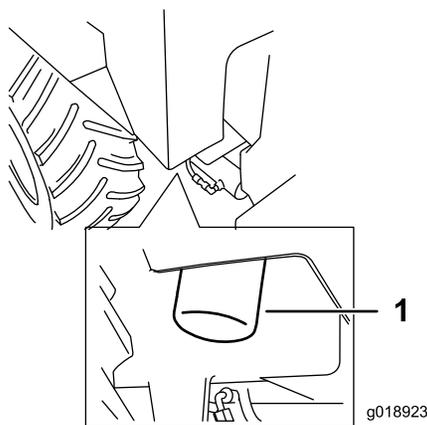

Figure 40
4. Tournez le filtre à huile hydraulique dans le sens antihoraire, retirez le filtre et mettez-le au rebut (Figure 40).